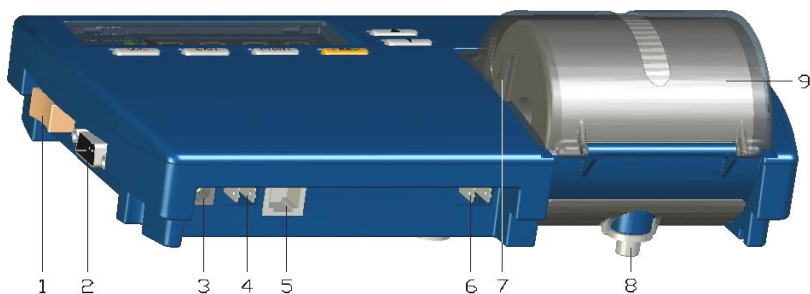

Figura 1: Registrador de temperatura Vision Logger – Vista Frontal/Superior
La figura 1 muestra la parte frontal y superior del VLT.
3. Abrir la cubierta del papel presionando los dos pulsadores (indicado con 7 en la figura 1) hacia dentro y tirando hacia fuera de la cubierta.